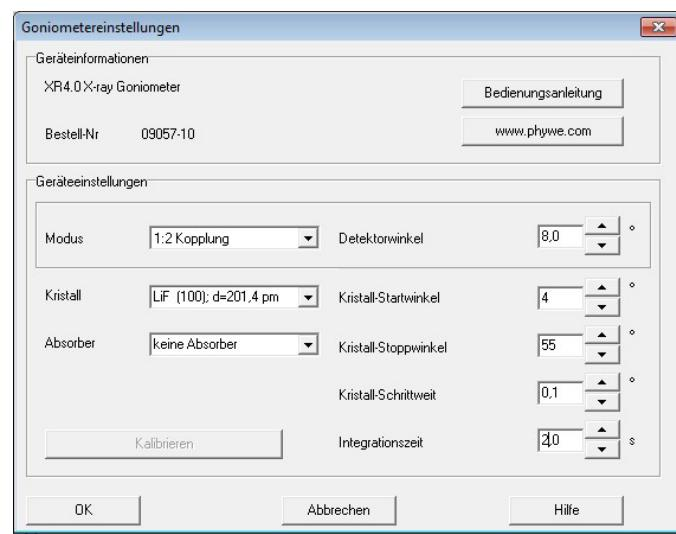

Abb. 6: Einstellungen für das Goniometer; LiF-Kristall
- Wenn Sie auf den Experimentierraum klicken (siehe rote Kennzeichnung in Abb. 5), können Sie die Parameter für das Experiment verändern. Wählen Sie die Einstellungen wie in Abb. 6 angegeben (Winkelbereich:  $4^\circ$ - $55^\circ$ ).